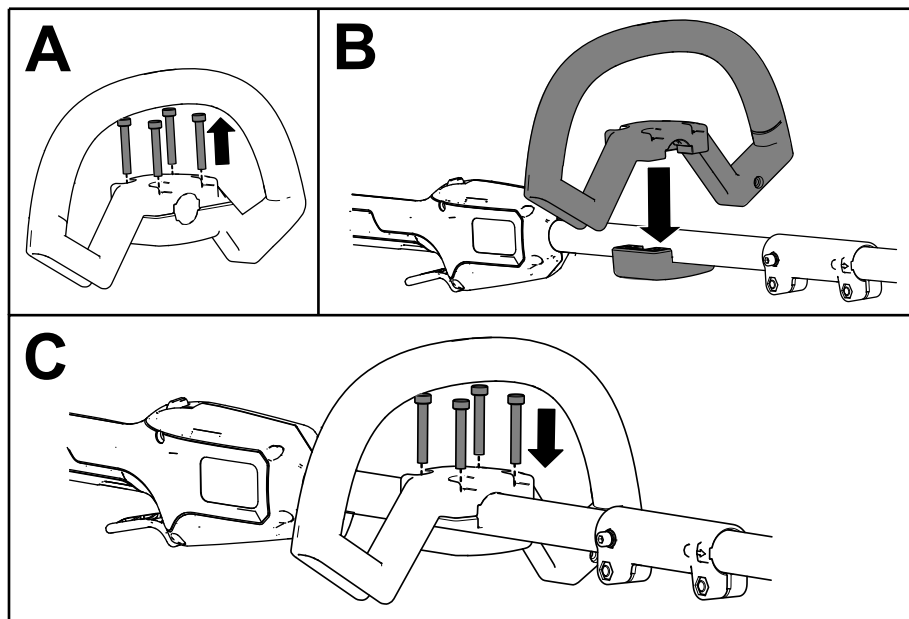

Рисунок 4
1. Отделите вспомогательную рукоятку от пластины рукоятки, отвернув 4 винта с головкой под торцевой ключ с помощью прилагаемого шестигранного ключа (А на Рисунок 4).
2. Выровняйте дополнительную рукоятку с пластиной дополнительной рукоятки на валу (В на Рисунок 4).
3. Прикрепите дополнительную рукоятку к пластине рукоятки с помощью 4 ранее удаленных винтов с головкой под торцевой ключ (С на Рисунок 4).